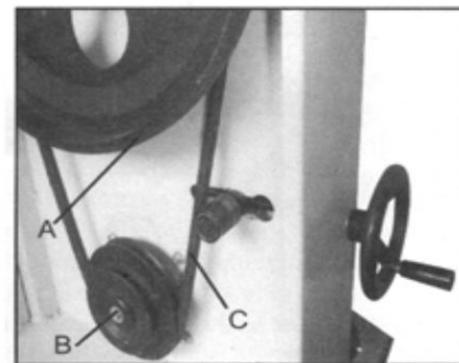

Рис. 13
**ВНИМАНИЕ!** Перед изменением скорости всегда убедитесь, что устройство отключено от электросети. Эта ленточная пила имеет две скорости вращения полотна, низкую скорость и высокая скорость. Нижнее ленточное колесо (А-рис.13) имеет два, встроенных, многоклиновыми шкивами, а вал двигателя имеет сдвоенный многоклиновой шкив (В-рис.13). Многоручьевой ремень (С- рис.13) проходит
вокруг шкив маховика и шкив двигателя. Ремень ослабляется и натягивается с помощью кривошипной рукоятки (D- Рис.13). Для высокой скорости ремень должен быть установлен на задний шкив как на двигателе, так и на маховике. Для низкой скорости ремень должен быть установлен на передний шкив как на двигателе, так и на ленточном колесе. рис.13.